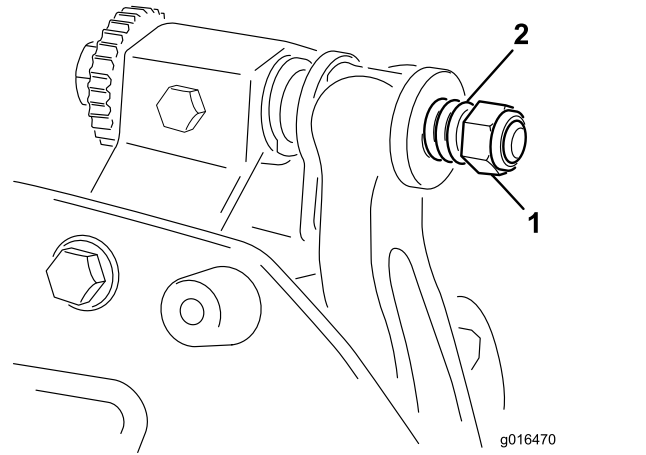

图 26
6. 旋紧弹簧加压螺母直到弹簧完全压紧然后往回松开 $\frac{1}{2}$ 圈 图 26。